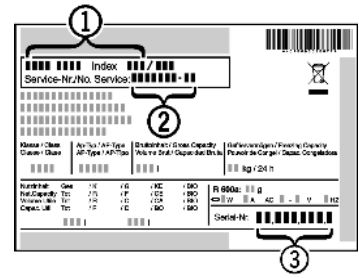

Fig. 15
- Наименование устройства *Fig. 15 (1)*, сервисный № *Fig. 15 (2)* и серийный № *Fig. 15 (3)* считайте с заводской таблички. Заводская табличка находится внутри устройства слева.
- Обратитесь в сервисную службу и сообщите вид неисправности, наименование устройства *Fig. 15 (1)*, сервисный № *Fig. 15 (2)* и серийный № *Fig. 15 (3)*.